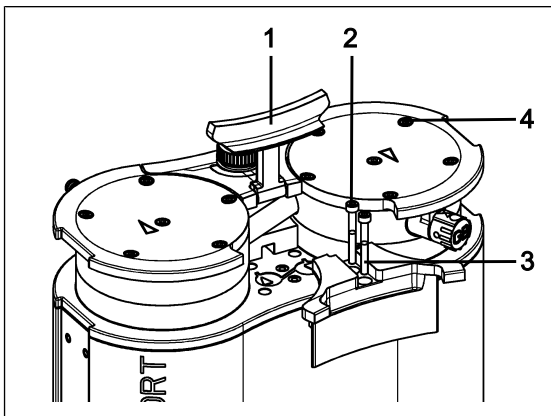

Fig.8: Démontez le cache
1. Mettez la poignée (1/ Fig. 8) en position verticale.
2. Desserrez les vis (2/ Fig. 8) du cache (3/ Fig. 8).
3. Retirez le cache (3/ Fig. 8).
4. Desserrez les vis extérieures de la tête (4/ Fig. 8).
1. Marquez la plaque supérieure (2), le couvercle (3), la culasse (6) avec un trait de crayon continu. Cela permet d'éviter que les pièces ne soient mal assemblées par la suite.
2. Desserrez les vis extérieures (4/ Fig. 8) des têtes de la pompe.
1. Amenez les membranes (7) dans la position centrale.
2. Appuyez tout autour du bord de la membrane (7). Appuyer sur la membrane (7) uniquement sur une tête de pompe.
3. Placez la culasse (6) avec les plaques soupapes/joints (4) sur le support en fonction du trait de crayon.
4. Placez le couvercle (3), conformément à la goupille d'ajustage (5), sur la culasse (6).
5. Placez la plaque supérieure (2) sur le couvercle en fonction du trait de crayon.
7. Serrez la vis (1) au milieu de la plaque de pression (couple de serrage : 1 Nm).
9. Positionnez les têtes (composées du couvercle (3), de la culasse (6) avec plaques soupapes/joints (4) et de la plaque supérieure (2)) avec le tuyau de raccordement sur le corps de pompe en fonction du trait de crayon.
10. Montez le cache de poignée (3/Fig. 8).
11. Serrez les vis (2/Fig. 8) du cache de poignée (3/Fig. 8) (couple de serrage : 2 Nm).